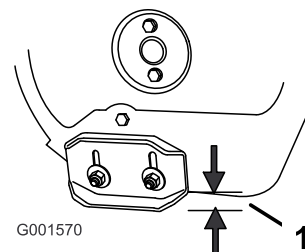

Рисунок 33
2. Ослабьте затяжку гаек, крепящих оба полоза к боковинам шнека, так, чтобы шнек мог легко перемещаться вверх и вниз (Рисунок 33).